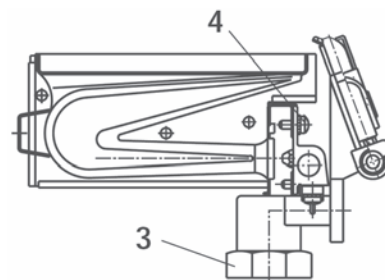

рис.6
6. Открутите накидную гайку 3 и винты 4 (рис. 6), снимите основную горелку.